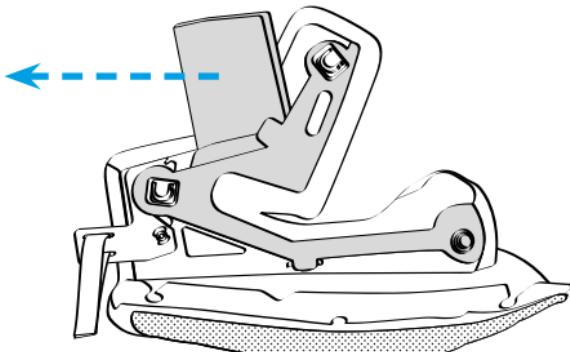

Fig. 9
6.3. Vom Polstergewebe der Wangenpolsterung vorsichtig die Schaumstoff-Innenpolsterung abziehen (Abb. 9).
11.1. Vorsichtig im Polstergewebe der linken Wangenpolsterung die Schaumstoff-Innenpolsterung einsetzen (Abb. 9). Sorgfältig die Polsterung auslegen und sicherstellen, dass sich keine Falten im Polstergewebe der Wangenpolsterung bilden.